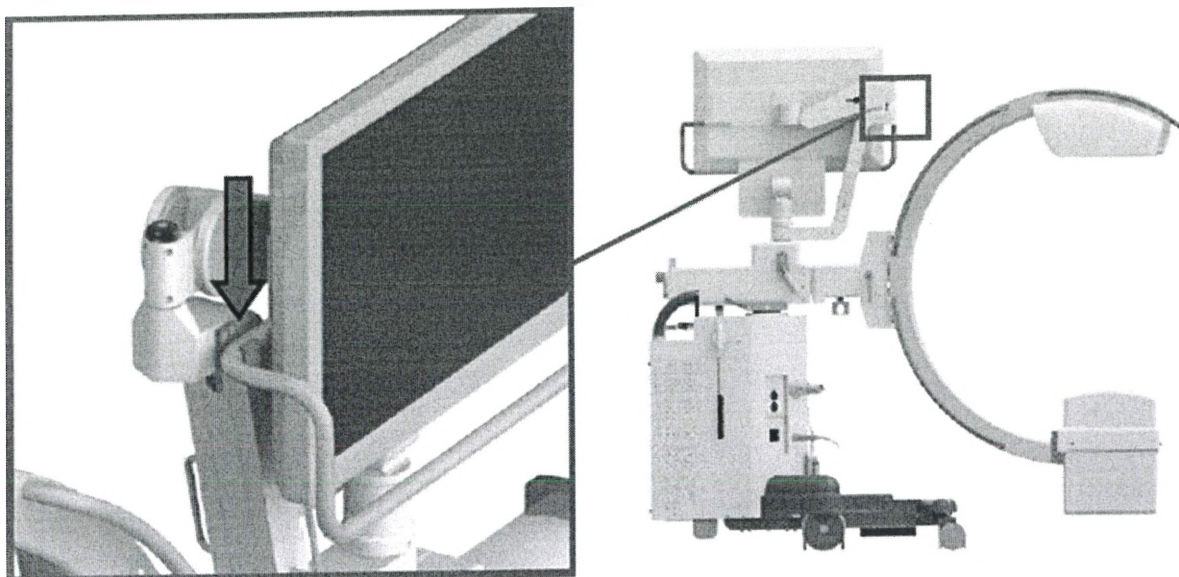

Рисунок 4.10 – Крепление монитора штатива
6. Монитор зафиксирован специальным креплением для предотвращения случайных перемещений (см. рисунок 4.10).